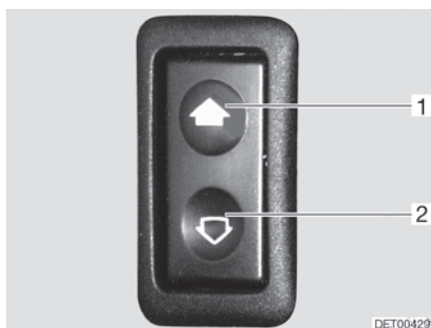

Fig. 24 Interruptor para el elevalunas eléctrico
- Abrir:* ■ Pulsar la parte inferior (Fig. 24,2) del interruptor.
- Cerrar:* ■ Pulsar la parte superior (Fig. 24,1) del interruptor.